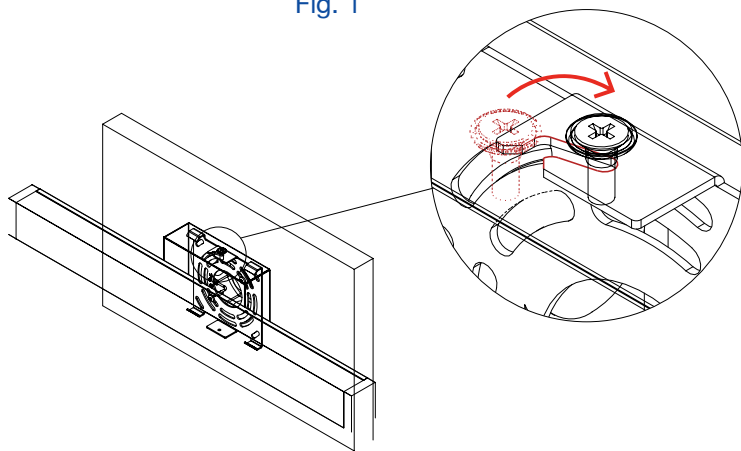

Fig. 3
3. Aligner la vis située sur le dessus de la base du luminaire de manière à ce qu'elle s'insère dans la fente de la plaque de boîte de jonction. Serrer la vis (Fig. 3).